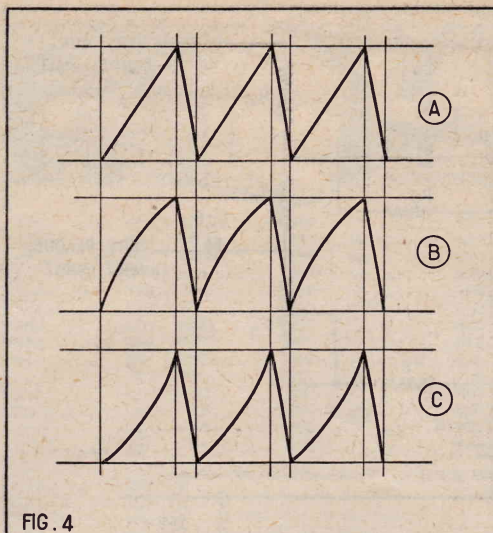

FIG. 4
c) Dans le cas d'une tension comme celle de la figure 4C, dite « parabolique », on produit à l'aide de la lampe une contre-déformation à l'aide de circuits RC et aussi par un dispositif de contre-réaction, le but final étant toujours que l'enroulement secondaire S et les bobines  $B_1$ ,  $B_2$  soient parcourus par un courant linéaire ayant la forme A de la figure 4.
On a vu plus haut que la forme de la tension doit être du type A, B ou C de la figure 4.